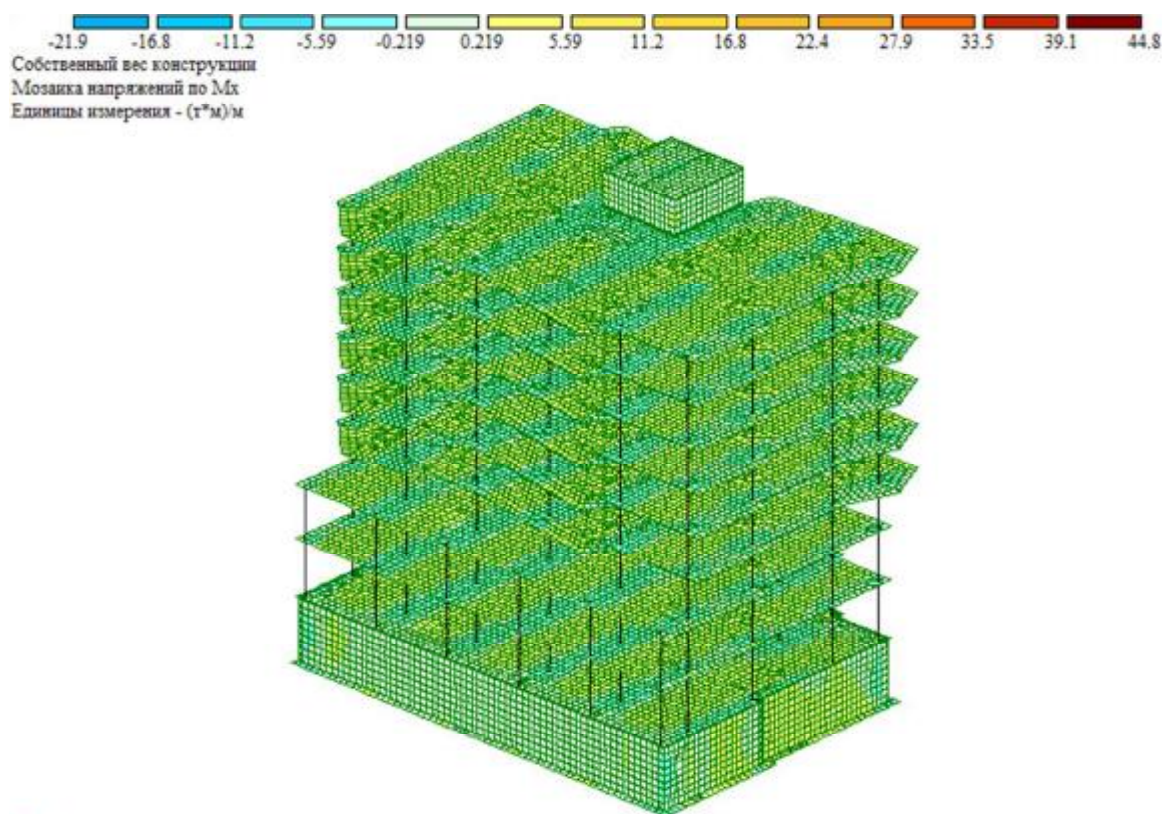

Рис.3.25. Мозаика напряжений по M_x
► Чтобы вывести мозаику усилия N , выберите команду  –Мозаика усилий в стержнях в раскрывающемся списке Эпюры/мозаика усилий (панель **Усилия в стержнях** на вкладке **Анализ**), рис. 3.25.
► Чтобы вывести на экран мозаику напряжений по M_x (рис. 3.25), выберите команду  –**Мозаика напряжений** в раскрывающемся списке **Мозаика/изополя напряжений** и после этого щелкните по кнопке M_x –**Мозаика напряжений по M_x** (панель **Напряжения в пластинах и объемных КЭ** на вкладке **Анализ**).